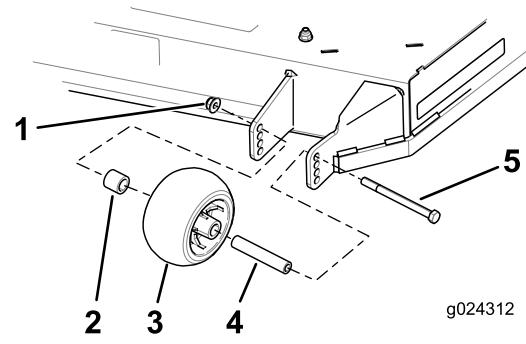

Figure 29
4. Alignez le boulon et le galet anti-scalp dans le trou du support correspondant le mieux à la position de hauteur de coupe (Figure 29).
5. Insérez le boulon dans le trou du support et fixez le boulon et le galet anti-scalp avec l'écrou à embase (Figure 29).
3. Retirez l'écrou à embase, le galet anti-scalp et le boulon du support (Figure 29).